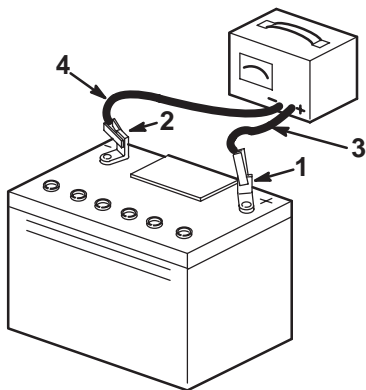

Figure 20
4. Quand la batterie est chargée au maximum, débranchez le chargeur de la prise, puis débranchez les fils du chargeur des bornes de la batterie (Fig. 20).